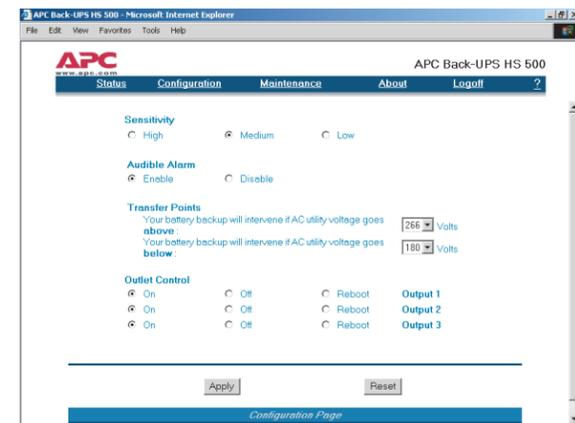

Figure 16. Fenêtre de configuration
15. À la fenêtre **Configuration** (figure 16), vous pouvez régler la sensibilité du Back-UPS (champ **Sensitivity**). Le réglage de la sensibilité permet de modifier le moment où le Back-UPS passe en mode alimentation batterie en fonction de la qualité de l'alimentation secteur. Les réglages de sensibilité sont les suivants :